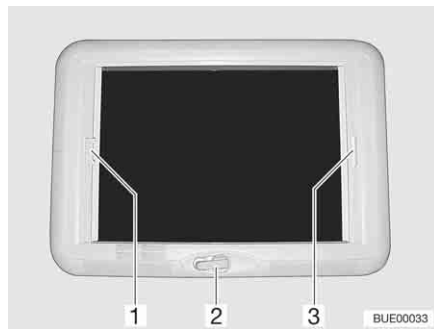

Fig. 93 Oblò a manovella
- Ruotare la manovella (Fig. 93,2) fino a quando non si incontra resistenza.
- Tirare la tendina oscurante pieghevole per la maniglia (Fig. 93,3) e rilasciarla alla posizione desiderata. La tendina oscurante pieghevole rimane in questa posizione.
- Tirare la protezione contro gli insetti per la maniglia (Fig. 93,1) verso la maniglia contrapposta della tendina oscurante pieghevole (Fig. 93,3) e farla innestare.
- Tirare la maniglia della protezione contro gli insetti (Fig. 93,1) dietro, verso l'alto, e sganciare la protezione contro gli insetti dalla tendina oscurante pieghevole (Fig. 93,3).